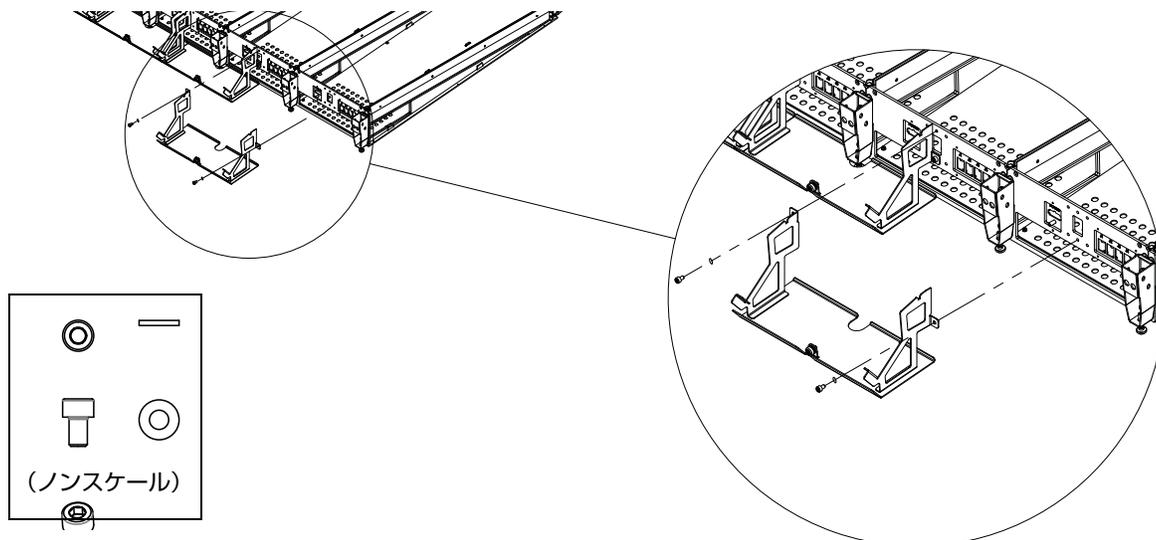

図 28. リア・パネル取り付け用ブラケットの設置
- 2 フレームの背面に立ち、留め具（六角）とワッシャーを使って、左端の2つのシャーシの背面タイ・プレートにリア・パネル・ブラケットを1つ取り付けます。図 28 に、シャーシへの取り付け方法を示してあります。